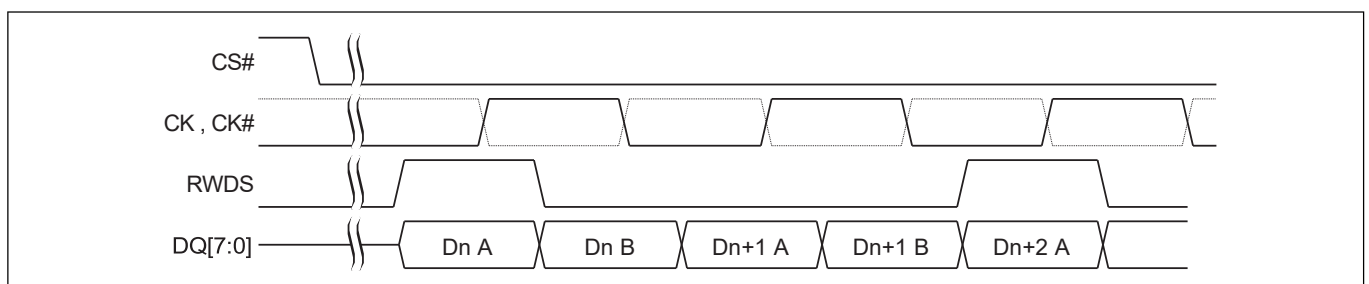

图 1 写入传输期间的数据放置^[19、20、21、22]
19. 图 1 显示 HyperBus 上的写入传输的一部分。